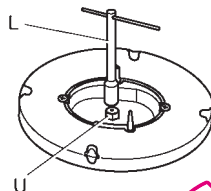

Fig.8
- Med en skrueøgle L løsnes dysen U (fig. 8) og udskiftes med en tilsvarende. Skru gasdysen ordentligt fast.